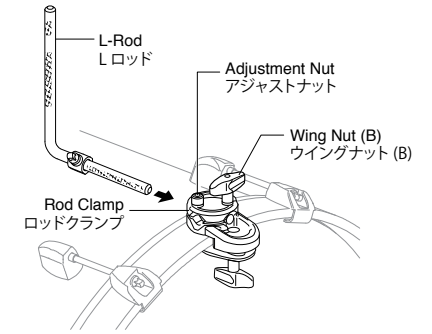

Fig. 2 / 図2
2. Insert the L-Rod into the Rod Clamp and adjust the position and angle to your preference. Tighten the Wing Nut (B) and the Adjustment Nut to secure (Fig.2).
L ロッドをロッドクランプに差し込みます。お好みの位置に調整できたら、アジャストナットとウイングナット (B) をしっかりと締めて固定してください (図 2)。